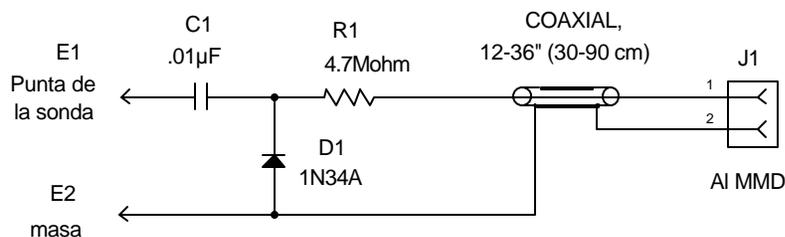

Figura 1
La sonda RF que se muestra en la Figura 1 convierte las señales RF a CC de forma y manera que puedan leerse mediante el uso de un MMD (multímetro digital). Las lecturas CC en su MMD serán aproximadamente iguales al voltaje de la señal en V_{rms} (tensión eficaz).
4. Si no dispone de sonda para RF construya la mostrada en Figura 1. **Nota:** No utilice la sonda de RF para medir directamente la potencia de salida del transmisor, a menos que está establecida en 2 W o menos. Con niveles de potencia más altos, el diodo 1N34A puede dañarse.